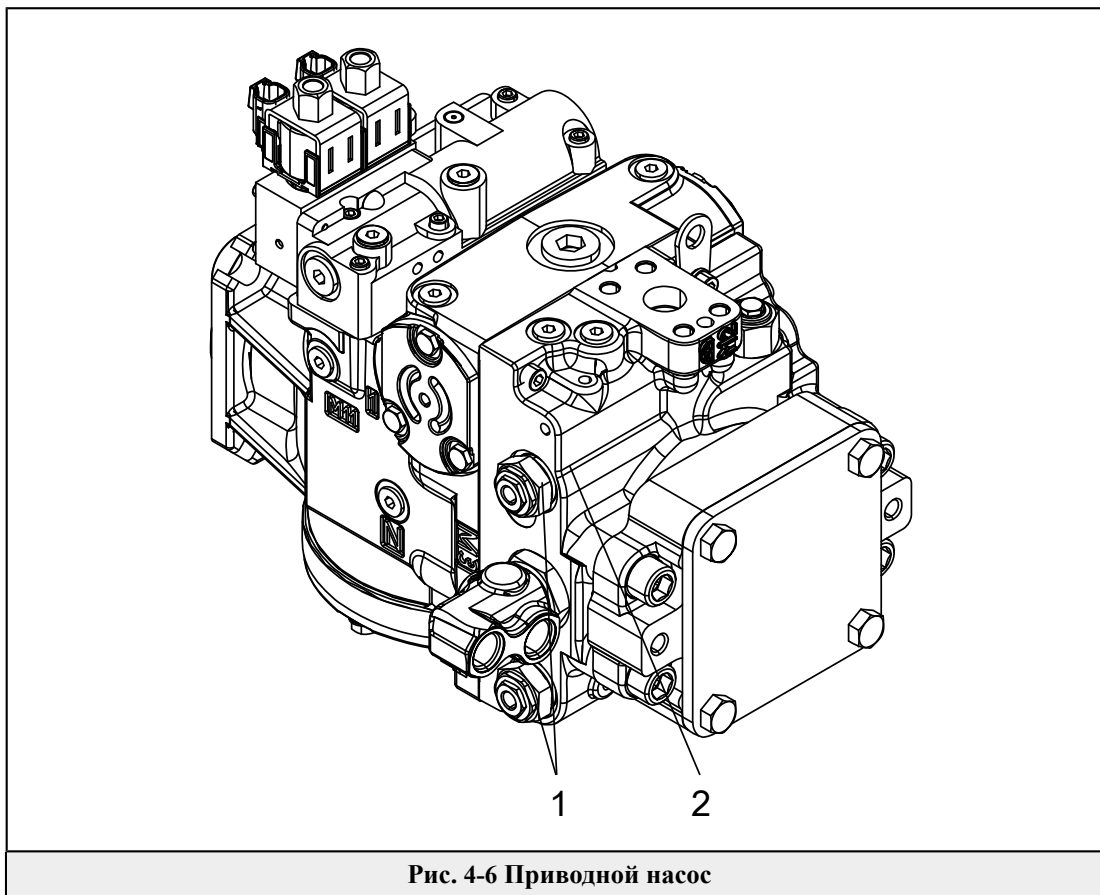

Рис. 4-6 Приводной насос
- 1) Откройте задний капот и найдите многофункциональный клапан приводного насоса (Рис. 4-6)